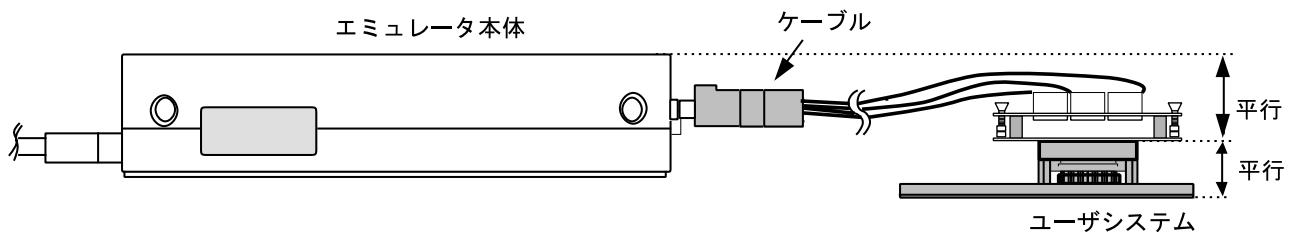

図10 設置例
- (1) ユーザシステムへの接続時には1ピン位置に十分注意して、誤接続は絶対にしないでください。
- (2) 本ユーザシステムインターフェースケーブルを使用する場合の推奨マウントパッド寸法は、MCU実装用マウントパッド寸法とは異なりますので注意してください。
- (3) 本ユーザシステムインターフェースケーブルは、HS2612EPI61Hエミュレータ専用ですので、他のエミュレータ本体には使用しないでください。
- (4) ケーブル本体部が断線する可能性がありますので、本ユーザシステムインターフェースケーブルの上に重いものや金属等の角の尖ったものを置かないでください。
- (5) ユーザシステムに接続した状態では、ユーザシステムインターフェースケーブル、特にケーブル先端部に無理な力が加わらないように注意する必要があります。図10の設置例を参照してご使用ください。